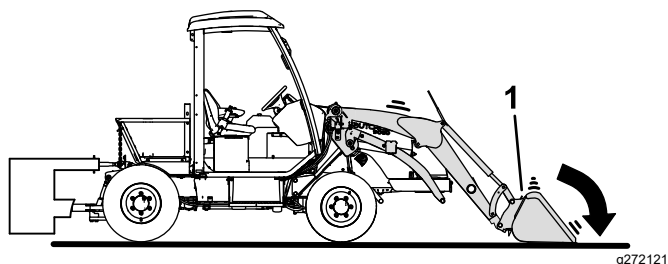

Рисунок 46
2. Уберите усилие в каждом фиксаторе стрелы погрузчика, повернув навесной погрузчик немного вперед и опустив его на землю (Рисунок 46).